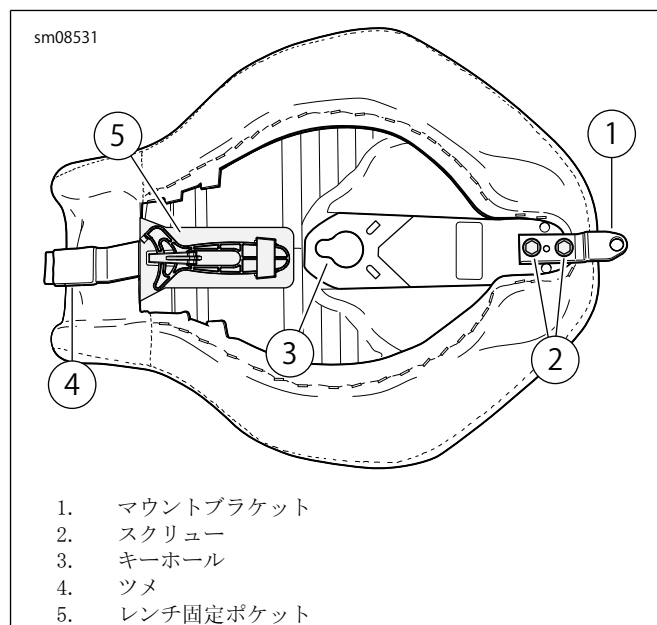

図1。ブラケット、スクリュー、キーホール、およびツメ
1. 図1を参照してください。リアシートブラケット(1)を固定している2本のスクリュー(2)を外します。ブラケットを取り外します。スクリューとブラケットは保管し、ピリオンへの取り付けに使用します。